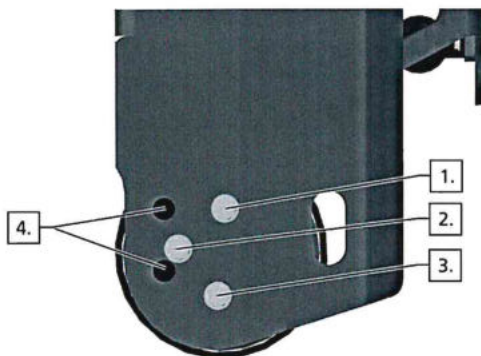

Abbildung 24: Schrauben / Stopfen montieren
- Die Schrauben und Scheiben Pos. 2 und Pos. 3 (siehe Abbildung 24, Seite 16), an der Position montieren, an der zuvor die Stopfen entfernt wurden.
- Danach die Schraube Pos. 1 festziehen (siehe Abbildung 24, Seite 16)).
- Stopfen Pos. 4 (siehe Abbildung 24, Seite 16) montieren.